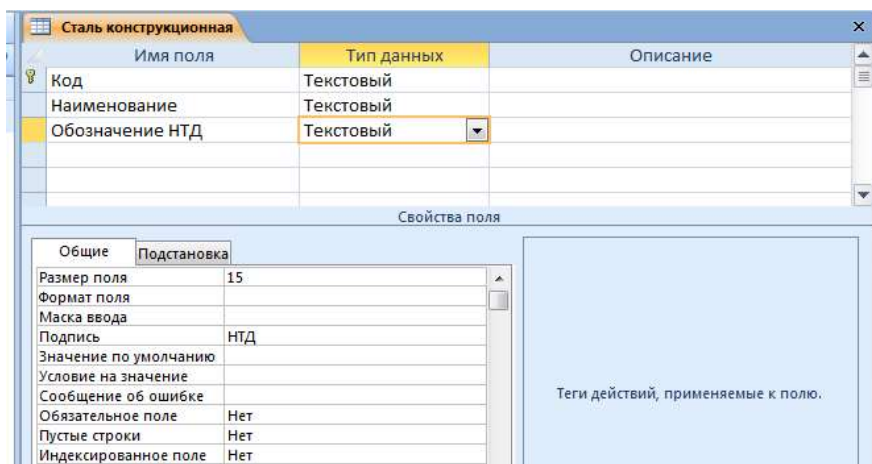

Рис. 1.1
3. У вікні конструктора створити структуру першої таблиці «Сталь конструкционная». Створення структури таблиці полягає у вказівці переліку полів і їхніх імен, а також типу даних, які будуть містяться в цих полях. Всі операції виконуються у вікні конструктора таблиць шляхом внесення інформації в область проекту таблиці (верхня частина вікна) і вказівки властивостей поля на вкладці «Общие» (нижня частина вікна). Наприклад, для створення таблиці, в якій буде розміщена інформація з таблиці 1.1, передбачається два поля: «Наименование» і «Обозначение НТД». Очевидно, що тип даних для обох полів повинен бути текстовим. Зовнішній вид вікна конструктора представлений на рис. 1.1.